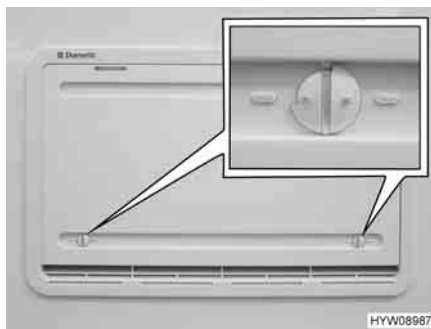

Fig. 141 Copertura invernale
Le coperture invernali (Fig. 141) proteggono il gruppo frigorifero dall'aria fredda. Posizionare le coperture invernali davanti a entrambe le griglie di aerazione quando la temperatura esterna scende al di sotto di +10 °C (sia per funzionamento elettrico che a gas).
- Aprire entrambi i bloccaggi (Fig. 141), la scanalatura risulterà orizzontale.